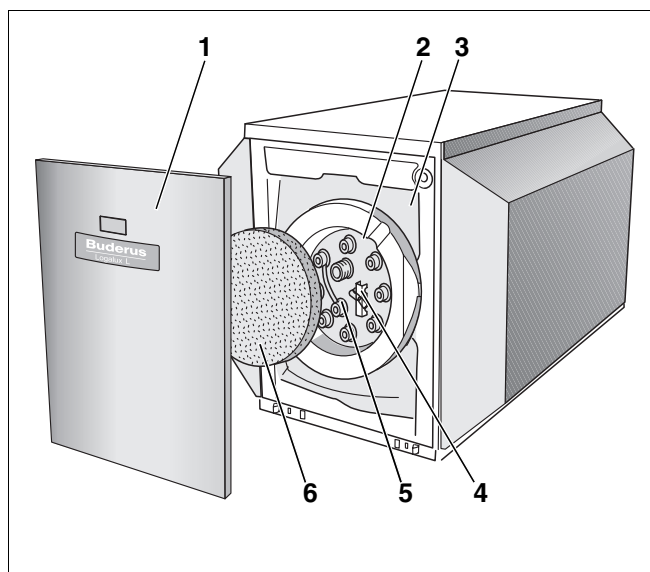

Рис. 1 Бак-водонагреватель Logalux L135 – 200
Антикоррозионная защита состоит из гигиеничной термоглазури DUOCLEAN MKT, разработанной фирмой Будерус, и дополнительной катодной защиты в виде магниевого анода (рис. 1, поз. 5), доступ к которому осуществляется через крышку люка (рис. 1, поз. 2).
- Крышка люка (рис. 1, поз. 2) для проведения техобслуживания и чистки.
- Теплоизоляция (рис. 1, поз. 3)
Теплоизоляция из не содержащего вредных веществ полиуретанового пенопласта нанесена непосредственно на бак. Теплоизоляционный элемент (рис. 1, поз. 6) из пеноматериала уменьшает теплопотери через крышку люка.
- Температурный датчик (рис. 1, поз. 4)